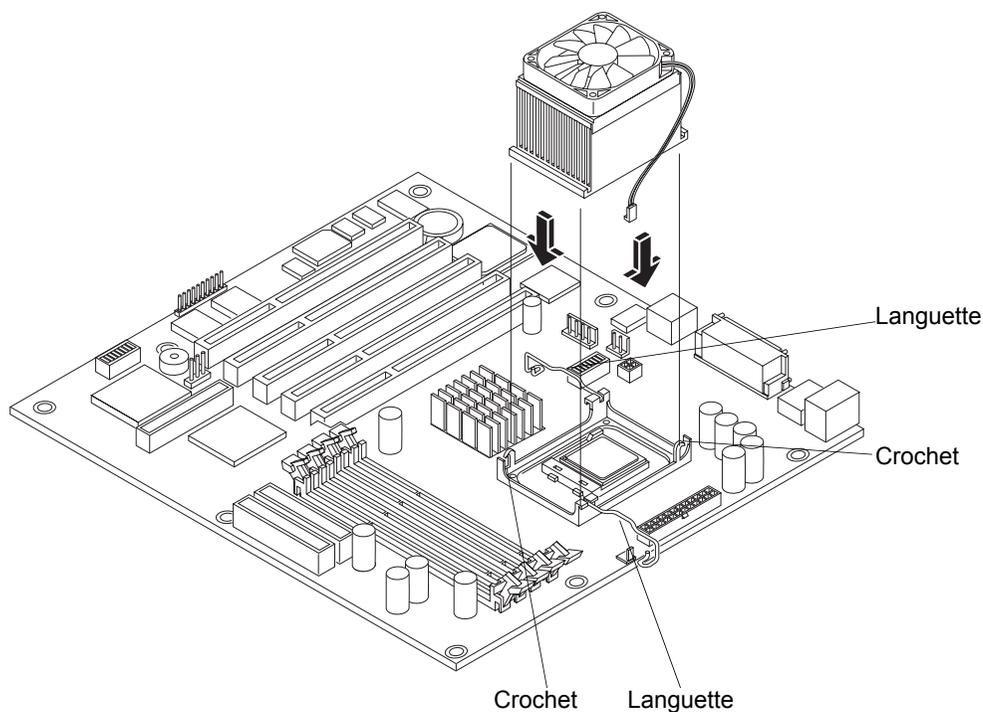

Figure 3-18. Remise en place du ventilateur/dissipateur de chaleur
2. Maintenez le ventilateur en place et fixez-le en fermant les languettes de fixation. Assurez-vous que les languettes sont bien enclenchées dans les crochets. Voir la Figure 3-18.